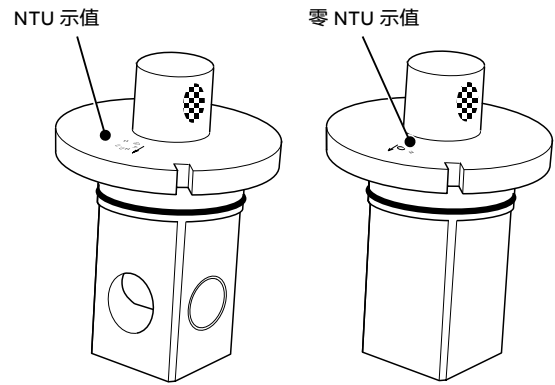
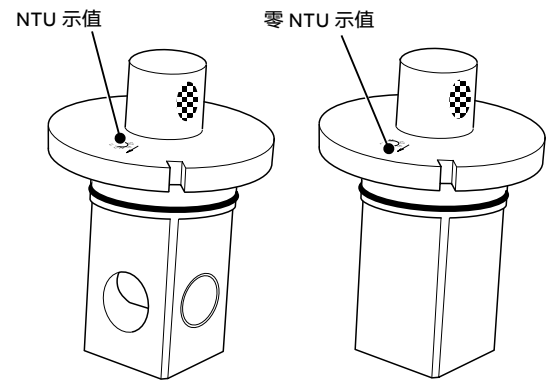
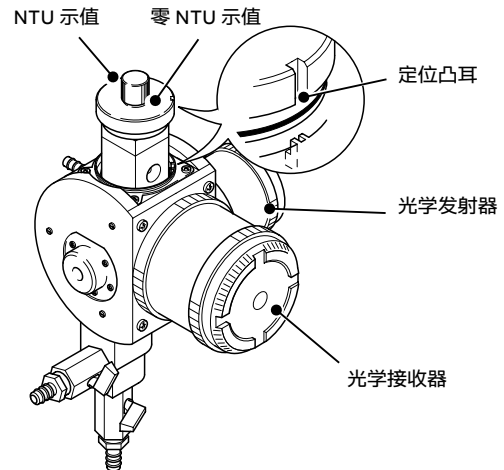

图 12 低量程传感器的干式校准标准
图 13 高量程传感器的干式校准标准
图 14 插入干式标准品
- 9 插入干式校准标准品，使零 NTU 示值（请参阅图 12或图 13）朝向光学接收器，以确保定位凸耳正确接合。请参阅图 14。